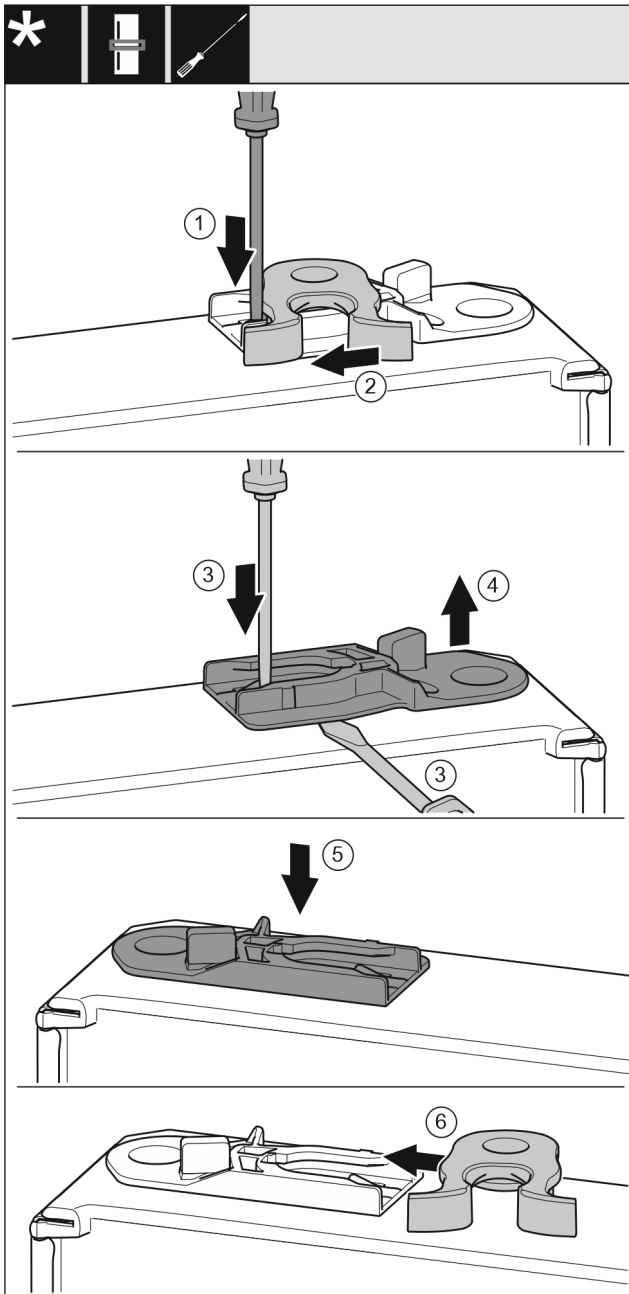

Fig. 21
- Pousser la languette Fig. 21 (1) vers le bas avec un tournevis plat.
- Retirer la gâche Fig. 21 (2) du guide.
- Retirer la douille de guidage Fig. 21 (3, 4) : Presser la languette avec un tournevis plat tout en faisant passer un autre tournevis plat sous la douille de guidage.
- Insérer la douille de guidage Fig. 21 (5) fournie de l'autre côté du boîtier.
- Insérer la gâche Fig. 21 (6) dans le guide.